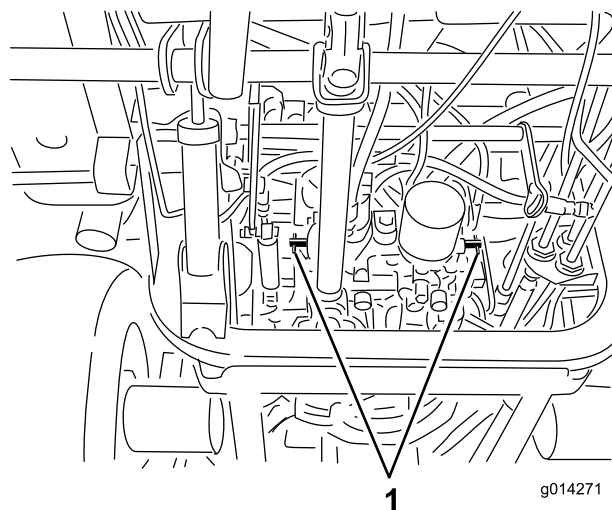

Figura 25
3. Rode cada válvula de derivação no sentido contrário aos ponteiros do relógio 1 volta (Figura 25).
1. Rode cada válvula de derivação 1 volta no sentido dos ponteiros do relógio e aperte-as à mão (Figura 25).
2. Aperte as válvulas com 8 N·m, como se mostra na Figura 25.